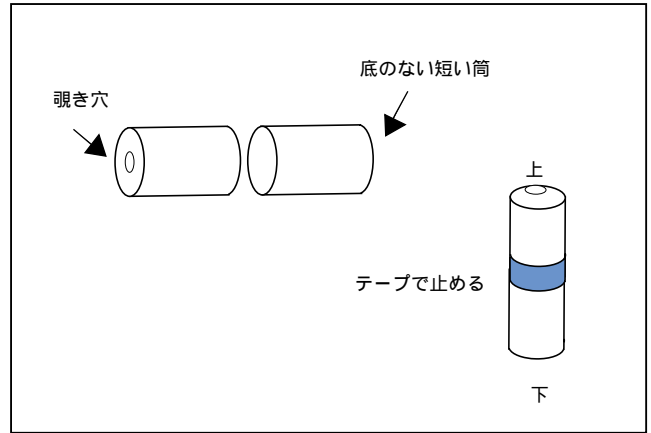

図 1
- (1) フィルムケースをビニールテープで巻き繋げて筒を作る（図1）。